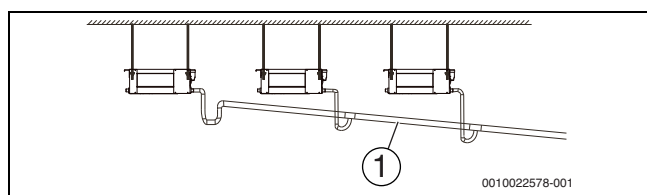
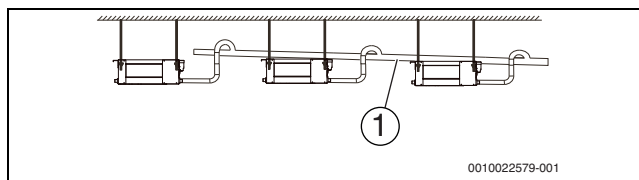

Рис. 15 Монтаж сливного трубопровода без водяного насоса
Рис. 16 Монтаж сливного трубопровода с водяным насосом
7. Установите дренажные трубы, как показано на рис. 15 (без водяного насоса) и рис. 16 (с водяным насосом). Выходное отверстие дренажного трубопровода не должно находиться выше, чем высота сброса воды; наклон трубы должен составлять не менее 1/100.